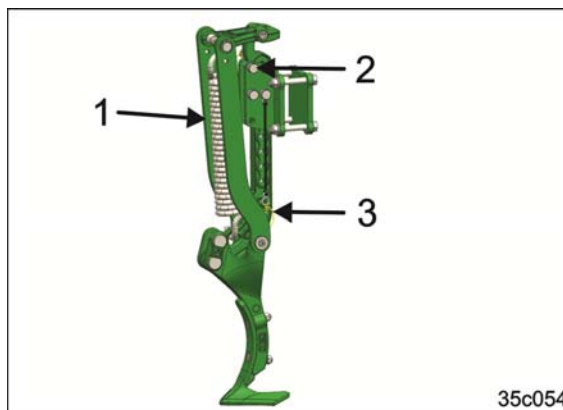

Fig. 128
8. Introduceți afănătorul de urmă roată tractor de urechea de prindere în dispozitivul de prindere al afănătorului de urmă roată tractor (Fig. 128/1).
9. Introduceți toate bolțurile de introducere (Fig. 128/2).
10. Asigurați bolțurile de introducere cu știft (Fig. 128/3).